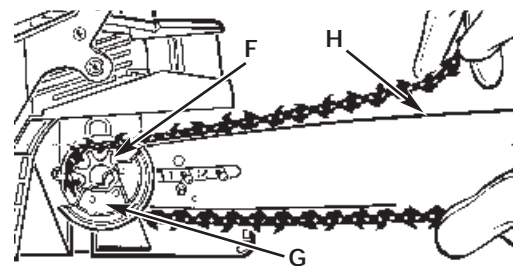

Fig. 25
2. Deslice la cadena alrededor de la rueda dentada (F) atrás del embrague (G). Asegúrese que los eslabones se ajusten dentro de los dientes de la rueda dentada (Fig. 25).
3. Guíe los eslabones dentro de la ranura (H) y alrededor del final de la barra (Fig. 25).